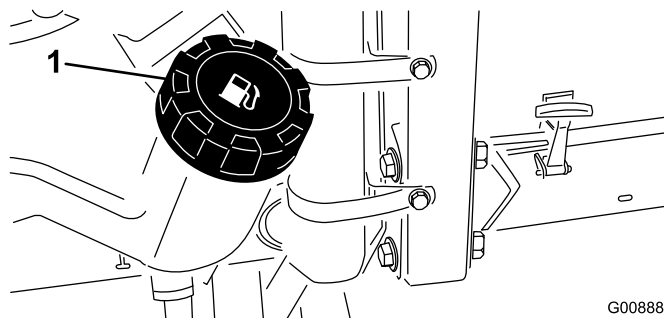

Figura 37
1. Pulite l'area circostante il tappo del serbatoio carburante (Figura 37).